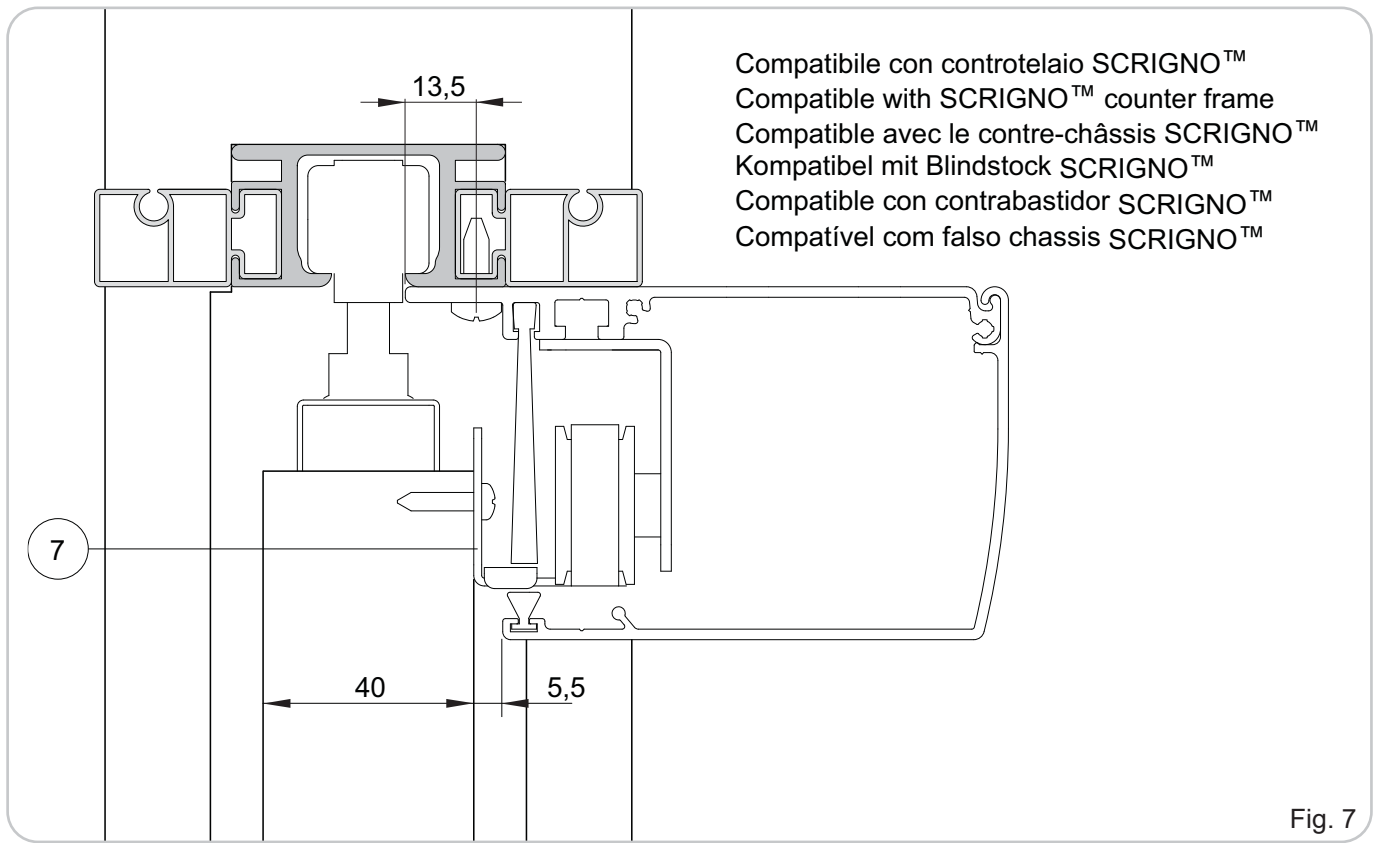
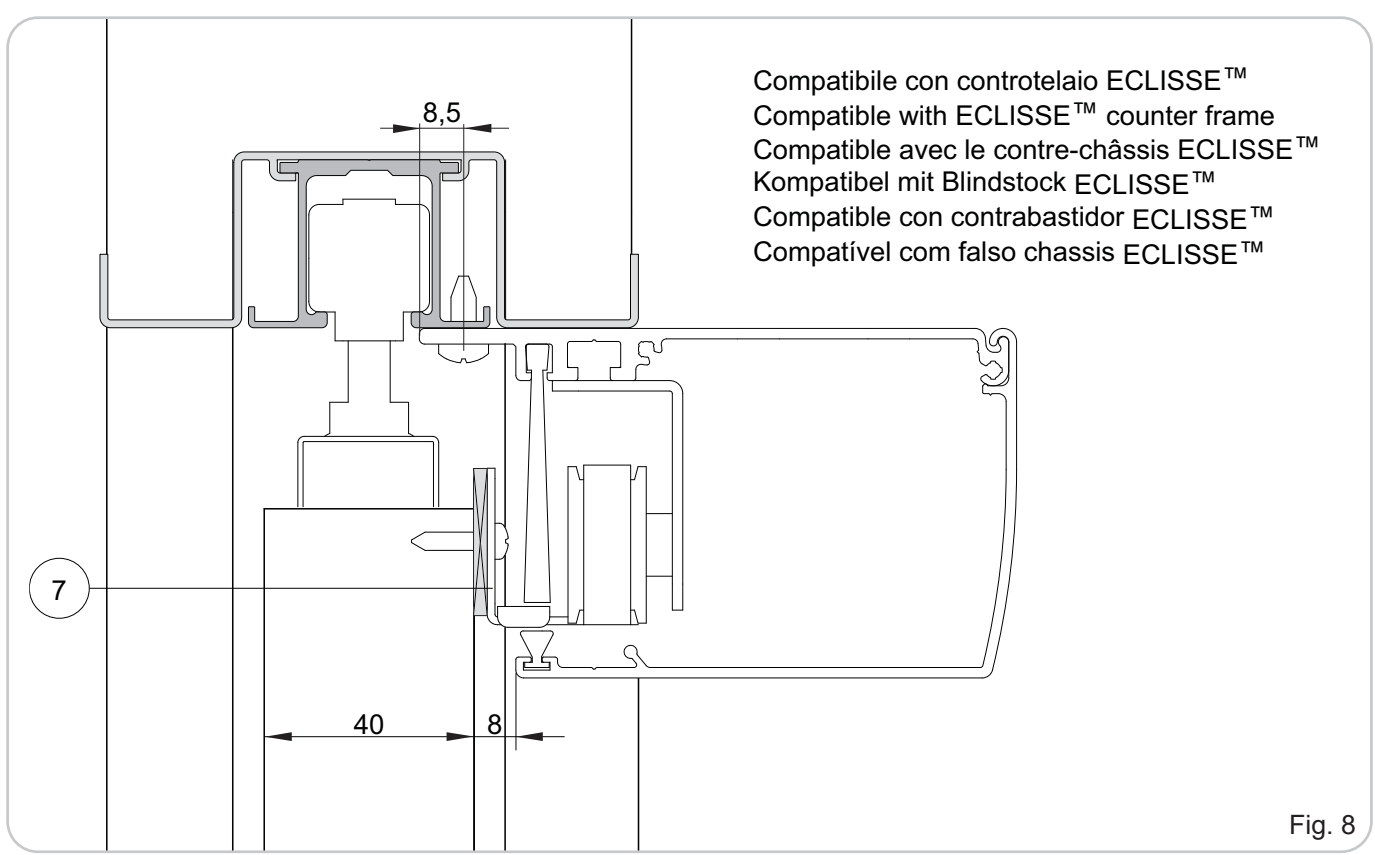

Fig. 7
Fig. 8
- Fissare il cassonetto alla guida superiore della porta come indicato in fig. 7 (modello Scigno) oppure in fig. 8 (modello Eclisse).